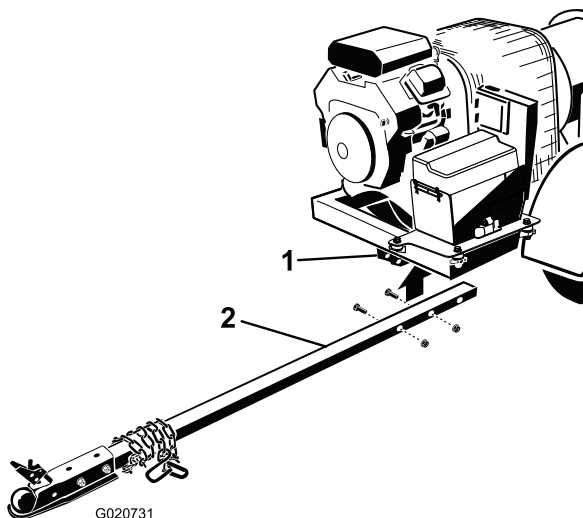

Figura 6
2. Introduza o tubo de engate nos suportes do chassis (Figura 6). Fixe o tubo ao chassis com 2 parafusos (3/8 x 3 pol.) e porcas flangeadas (3/8 pol.).